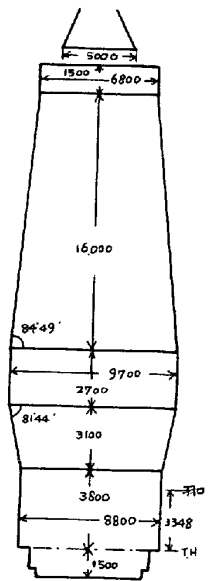

図1. 4高炉プロフィール
2. 高炉プロフィール：内容積1540m³で図1に示すプロフィールとした。(羽口22本)